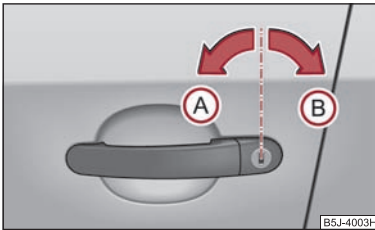

Abb. 25 Schlüsseldrehungen zum Ent- und Verriegeln
- Drehen Sie den Schlüssel im Schließzylinder der Fahrertür in die Fahrtrichtung (Entriegelungsstellung) **(A)** => Abb. 25.
- Drehen Sie den Schlüssel im Schließzylinder der Fahrertür gegen die Fahrtrichtung (Verriegelungsstellung) **(B)** => Abb. 25.